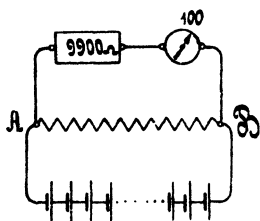

Fig. 9.
66. Einem 100 ohmigen Galvanometer sind 9900 [8900] (4900) Ω vorgeschaltet (Fig. 9). Welche Spannung herrscht zwischen den Punkten A und B, wenn das Galvanometer 110 [125] (145) Skalenteile Ausschlag anzeigt?
69. Die Spannung zwischen A und B (Fig. 9) beträgt schätzungsweise 25 [40] (150) V. Welcher Widerstand muß dem 100Ω Galvanometer vorgeschaltet werden, damit dann 150° Ausschlag entstehen, und wie groß ist die Spannung in Wirklichkeit, wenn das Galvanometer nur 149° anzeigt?